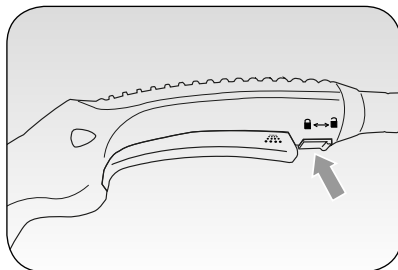

Fig. 4
Om te voorkomen dat per ongeluk stoom wordt uitgespoten moet de cursor voor het vastzetten/ loszetten stoom (B) van beneden naar boven worden geschoven (); voor het loszetten en van beneden naar boven () voor het vastzetten (Fig. 4).